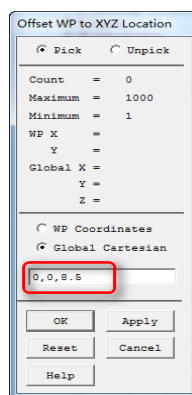

图 3-53 偏移工作平面
①将坐标系转到全局直角坐标系下。从实用菜单中选择 Utility Menu: WorkPlane > Change Active CS to > Global Cartesian。
②偏移工作平面。
①从实用菜单中选择 Utility Menu: WorkPlane > Offset WP to > XYZ Locations + 。
②在“Global Cartesian”文本框中输入“0,0,8.5”，单击“OK”按钮，如图 3-53 所示。